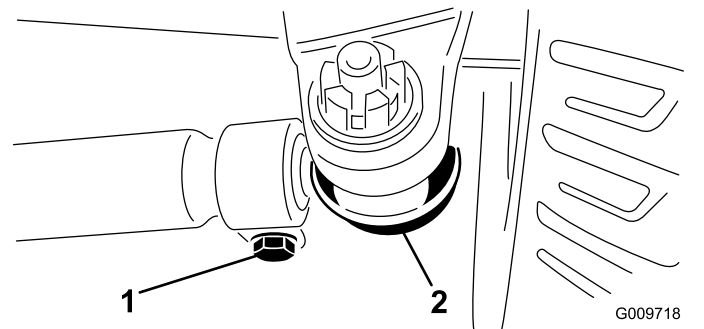

Figura 101
3. Per regolare la convergenza, togliete la coppia e il dado da uno dei giunti a sfera del tirante (Figura 101).
5. Allentate i fermi su entrambe le estremità dei tiranti (Figura 101).